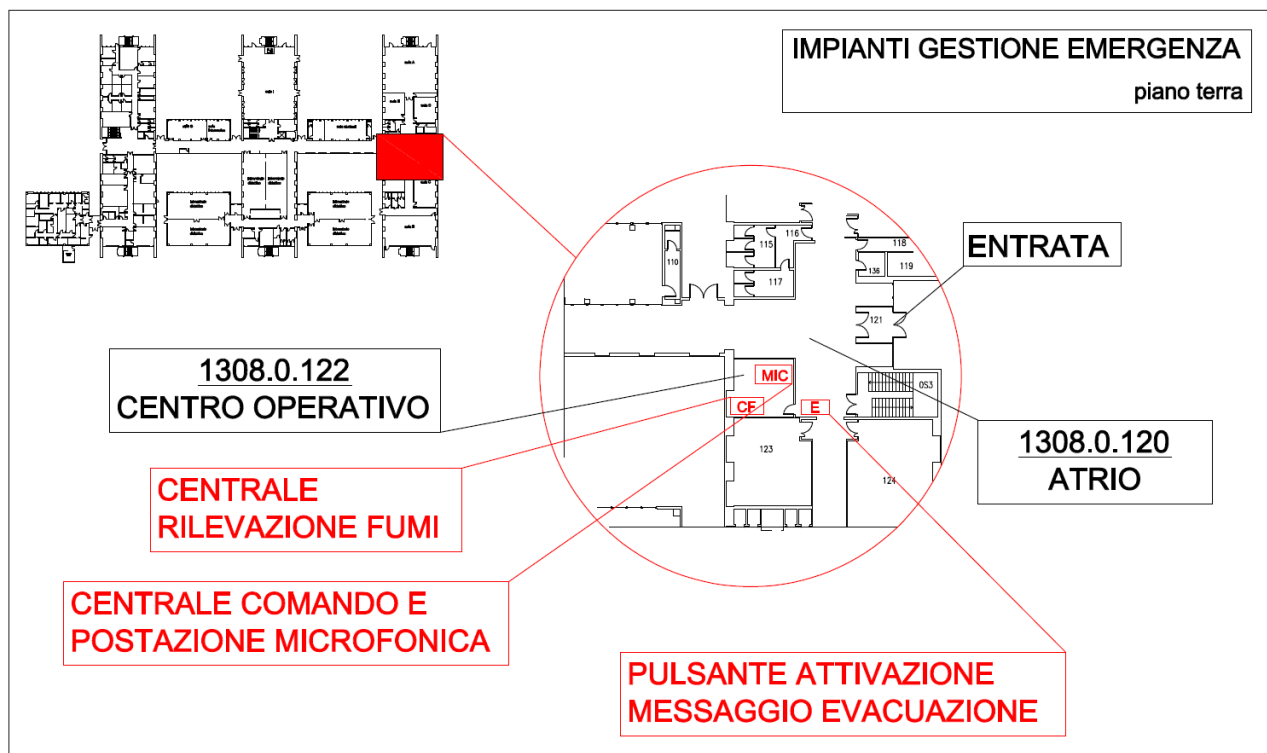

Figura 1. Impianti gestione emergenze.
La struttura è dotata di un sistema di allarme automatico per la rilevazione e segnalazione di incendi suddiviso in zone costituito da una centrale di comando posizionata nella reception al piano terra (locale 1308_0_122, vedi p.to 3.3 – Figura 1), da pulsanti manuali individuati con la scritta “allarme antincendio” sul vetrino e da campane.
Per la gestione delle emergenze e dell'evacuazione è inoltre presente un impianto di diffusione sonora con altoparlanti la cui centrale di comando e postazione microfónica è collocata nella reception al piano terra (locale 1308_0_122, vedi p.to 3.3 – Figura 1).
Esternamente alla reception (locale 1308_0_120, vedi p.to 3.3 – Figura 1) è presente un pulsante manuale dedicato ad attivare il messaggio preregistrato di evacuazione dell'edificio.
È possibile anche attivare il messaggio preregistrato di evacuazione mediante il pulsante posto all'esterno della reception al piano terra (locale 1308_0_120, vedi p.to 3.3 – Figura 1);
1. ai Vigili del Fuoco (115)
2. se necessario all'autoambulanza (118)
- Valuta autonomamente l'opportunità di avviare il segnale di **EVACUAZIONE** della struttura mediante il pulsante manuale posto all'esterno della reception al piano terra (vedi p.to 3.3 – Figura 1);
- effettua la chiamata ai **Vigili del Fuoco (115)** e se necessario **dell'autoambulanza (118)**;
- ordina l'evacuazione dell'edificio (messaggio preregistrato di **evacuazione**) mediante il pulsante manuale posto all'esterno della reception al piano terra (vedi p.to 3.3 – Figura 1);